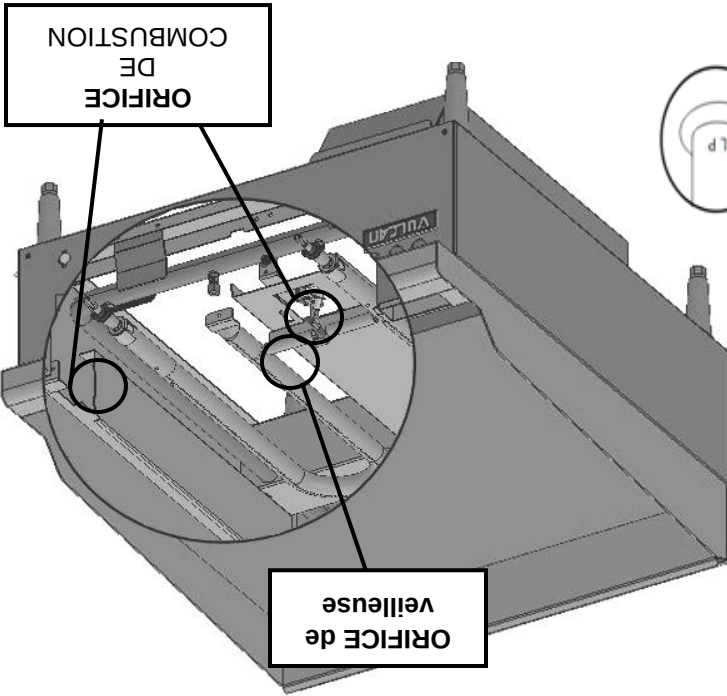
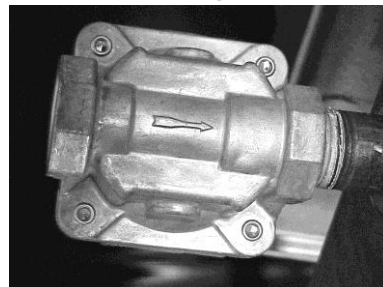

Fig. 2
Fig. 3
Cette plaque chauffante est offerte avec un régulateur de pression du gaz convertible pré réglé à 10 cm de colonne d'eau (CE) pour le gaz naturel. Aucun réglage supplémentaire ne devrait être nécessaire. Installez le régulateur aussi près que possible de la plaque chauffante sur la conduite d'alimentation en gaz. Assurez-vous que la flèche au-dessous du régulateur est orientée dans la direction de la circulation du gaz à la plaque chauffante (Fig. 2 à la page suivante) et que le régulateur est placé avec le bouchon d'aération ainsi que le couvercle de la prise de conversion à droite (Fig. 3 à la page suivante).